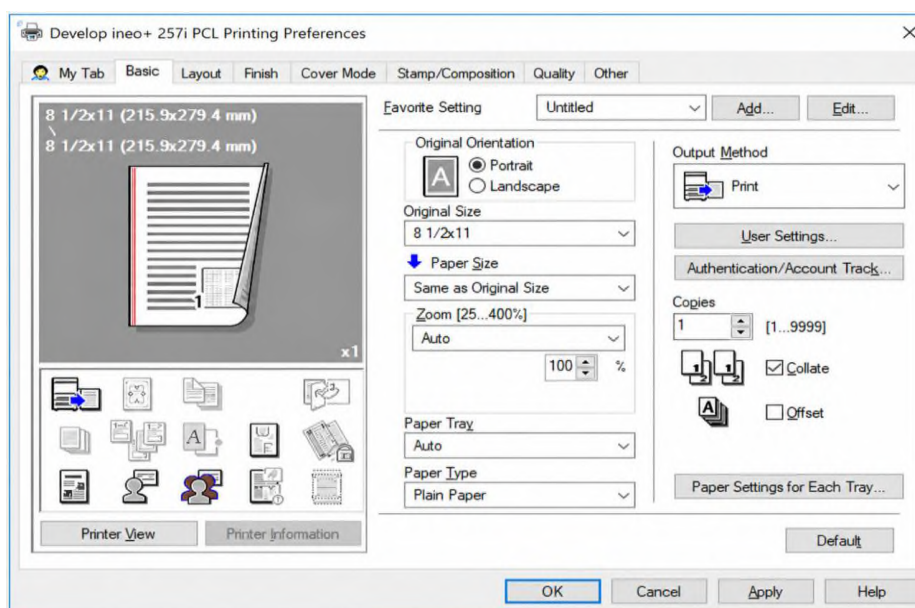

Рисунок 2.3 – Вікно [Printing Preferences]
1. Відкрити вікно [Printing Preferences] (див. рис. 2.3).